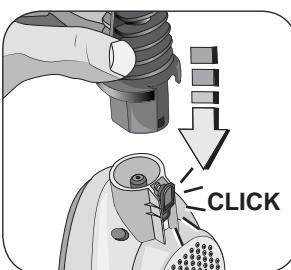
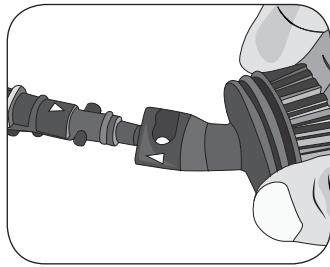

Fig. 14
Fig. 15
Insira a extensão (3) no encaixe existente no corpo do aparelho. A montagem estará correta quando houver um “click” (Fig 14). Insira um dos acessórios pequenos pela parte do bico da extensão (Fig 15).